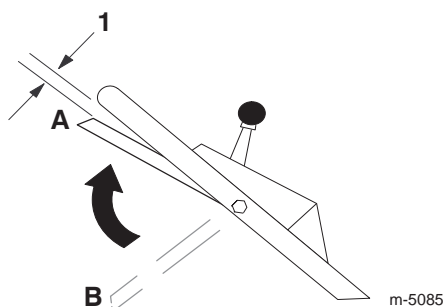

Figura 13
- Levante la barra de control de la cuchilla hasta unos 2,5 cm (1 pulgada) por debajo del manillar; consulte la posición **A** de la Figura 13.